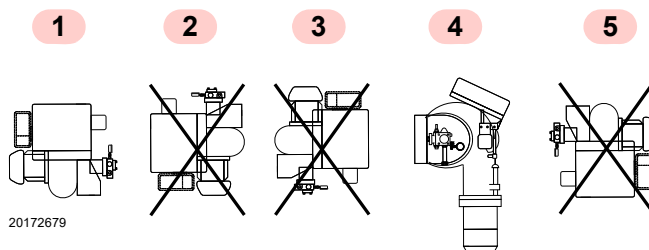

Fig. 9
- Le brûleur n'est prévu que pour fonctionner dans les positions **1** et **4** (Fig. 9).